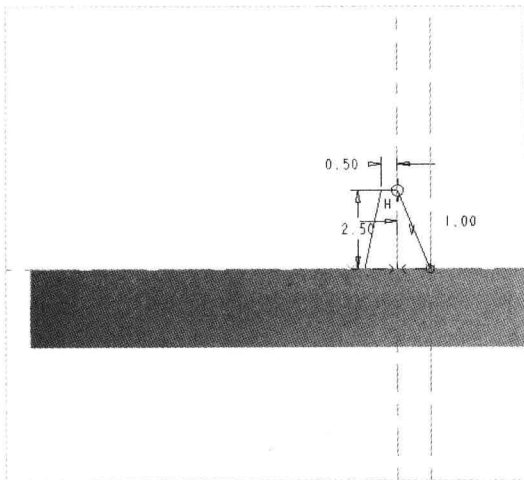

图 14-51 绘制截面 4
Step 08 在“扫描”选项卡中,单击“可变截面扫描”按钮 ,然后单击“截面”按钮 ,进入草绘环境;单击“草绘”选项卡中的相应按钮,绘制截面,如图 14-51 所示,单击“关闭”面板中的“确定”按钮 ,完成截面绘制并退出草绘环境。